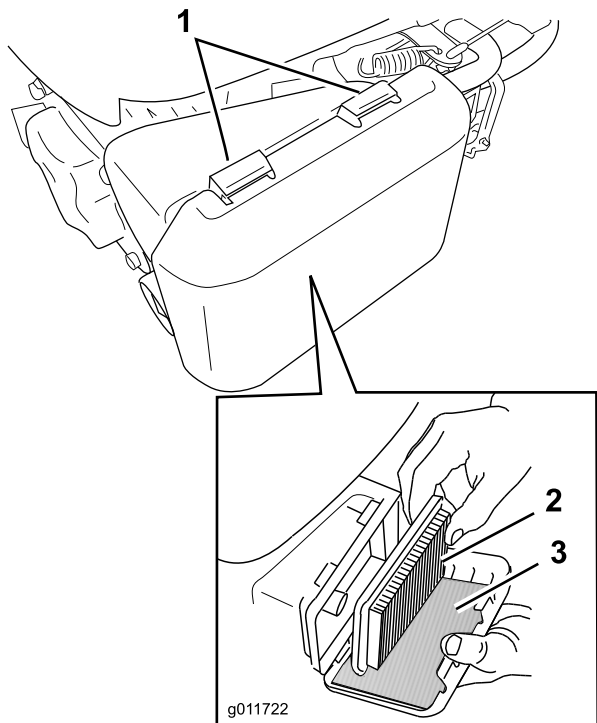

Figura 19
1. Premete verso il basso le linguette di chiusura del coperchio del filtro dell'aria (Figura 19).
3. Estraiete il filtro aria di carta e il prefiltro in schiuma sintetica (Figura 19).